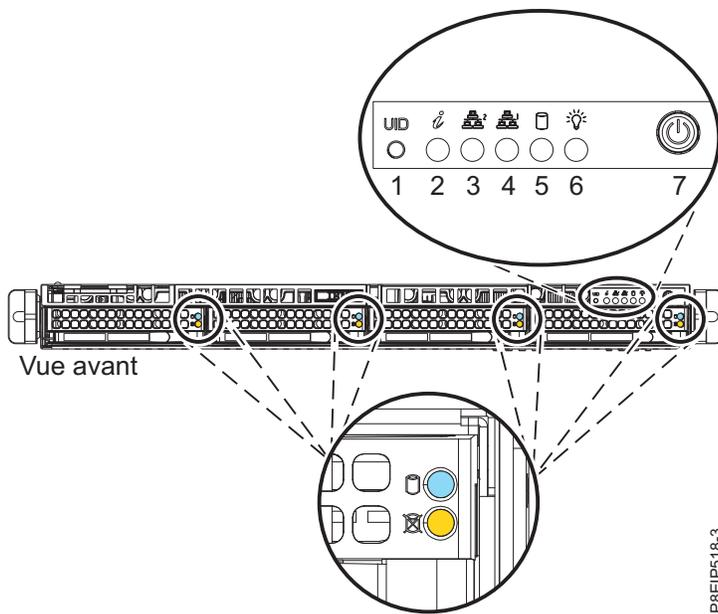

Figure 66. Interrupteur d'alimentation du système 7063-CR1
2. Appuyez sur le bouton d'alimentation (7) illustré dans la figure 66, à la page 72. Il sera éventuellement nécessaire d'appuyer sur l'interrupteur pendant une durée comprise entre 0,5 et 3 secondes.